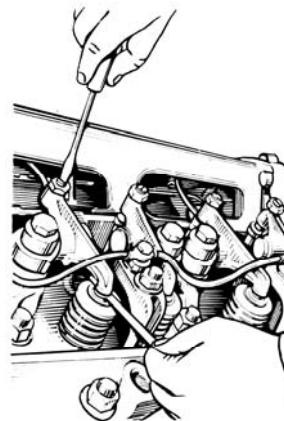

Рис. 56. Регулировка зазора
- Для регулировки зазоров отвернуть гайку регулировочного винта, вставить в зазор щуп и, вращая винт отверткой (рис. 56), установить зазор 0,25...0,30 мм. Придерживая винт отверткой, затянуть гайку и проверить величину зазора. При правильно отрегулированном зазоре щуп